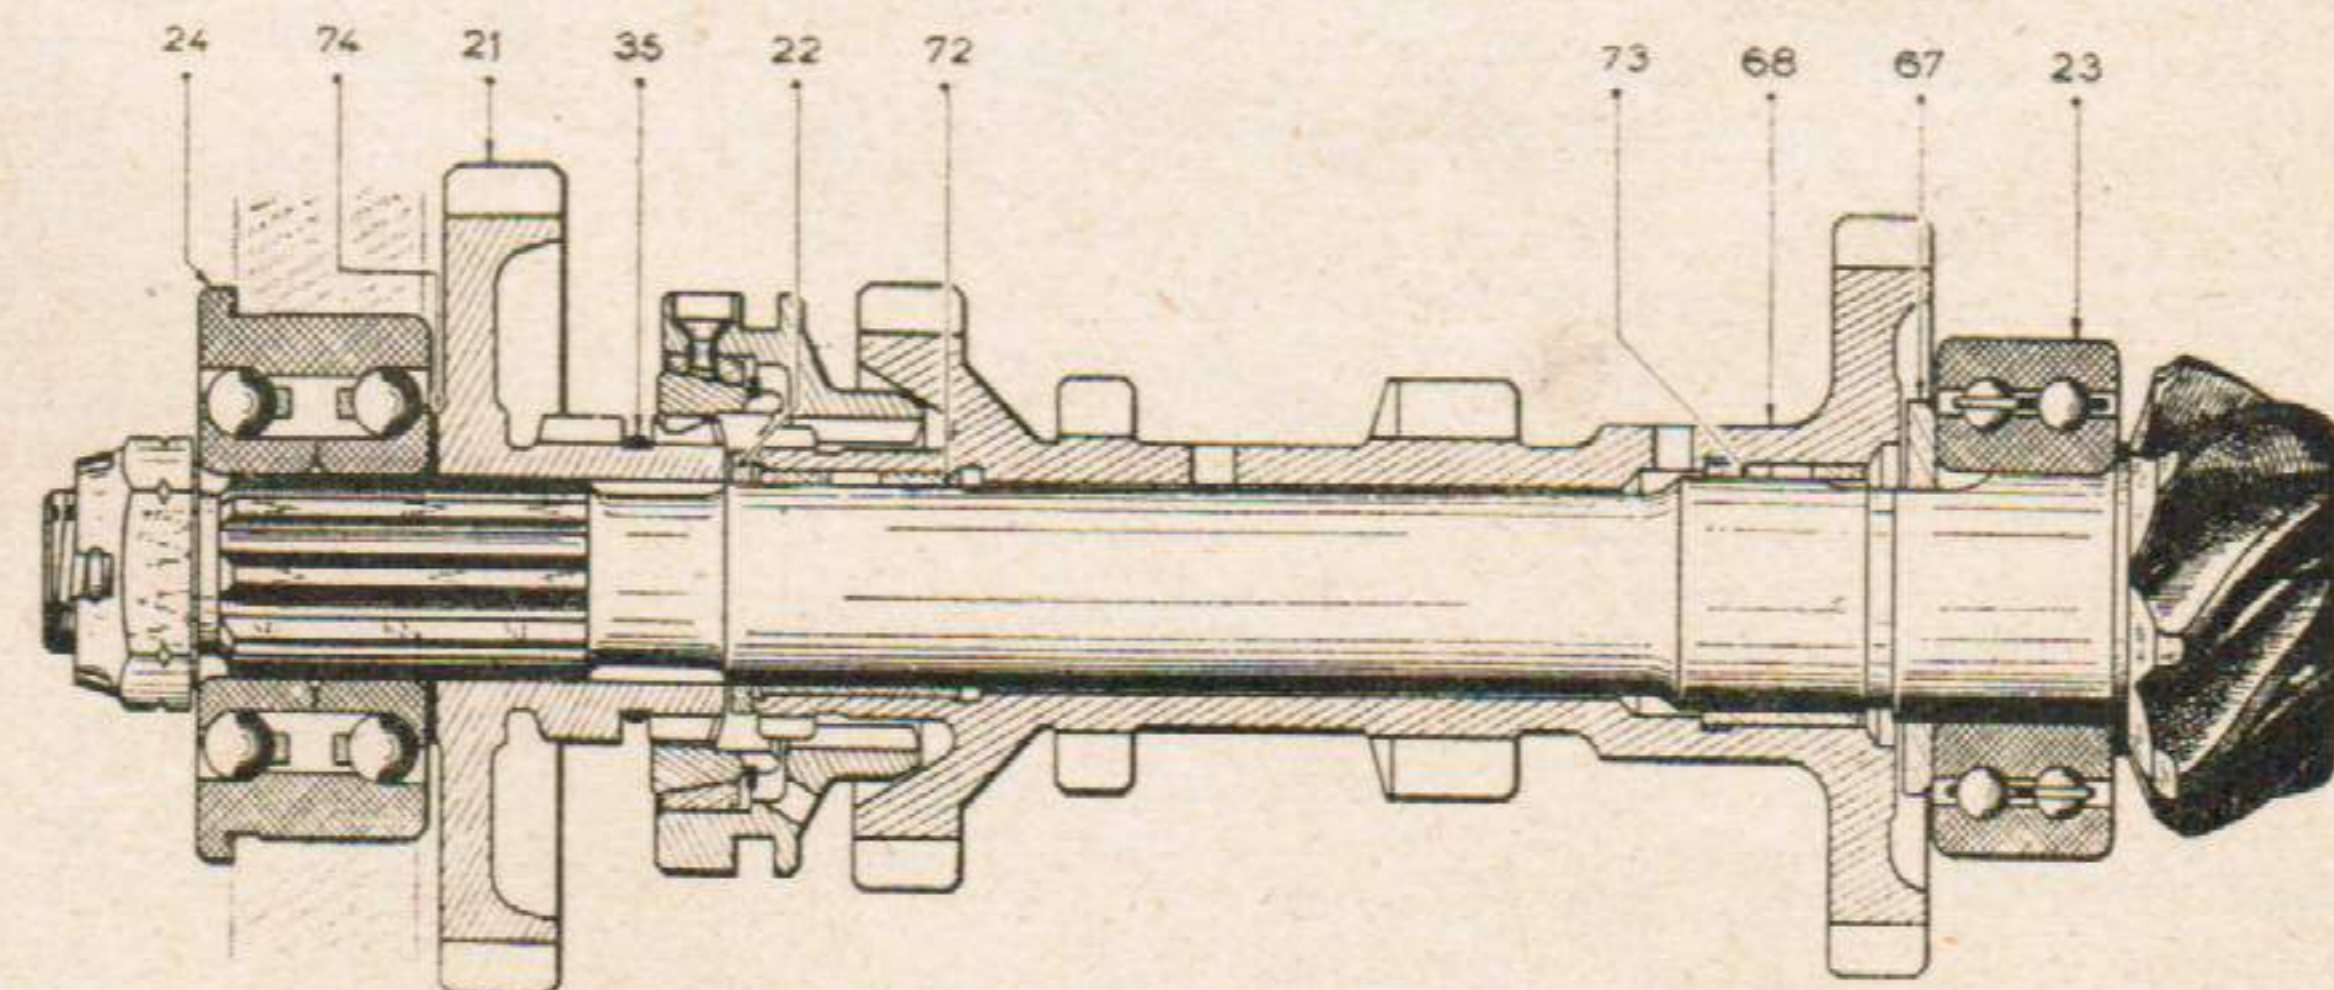
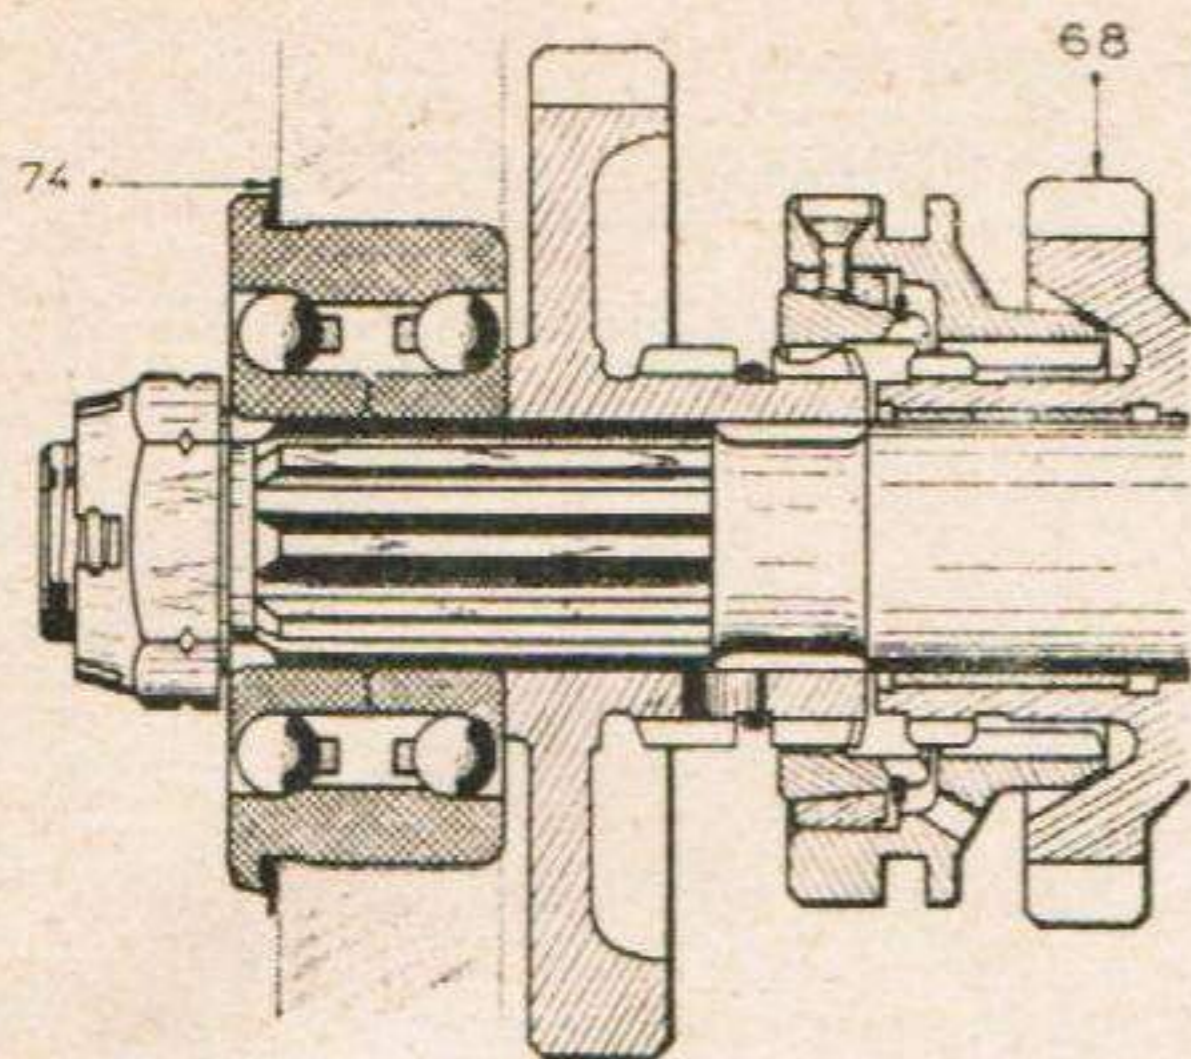

Fig. 20. — Pignon d'attaque avec roue de renvoi du réducteur du premier modèle.
Fig. 21. — Montage de la queue du pignon avec la roue de renvoi dernier modèle.
• Monter le segment de ralenti (35) (figure 20) sur la roue de renvoi de réducteur (21).
• Monter le roulement AV (23) sur l'arbre (à la presse, si nécessaire).
NOTA. — 1° Le Service des Pièces détachées CITROEN ne fournit plus la roue de renvoi de réducteur A 333-4 (épaisseur 29,25 mm), mais uniquement la roue A 333-4 a (épaisseur 31,25 mm). Avec cette nouvelle épaisseur, les cales (74) de réglage de la distance conique se montent entre la collerette d'appui du roulement (24) et le carter (fig. 21). Ces cales sont vendues sous les numéros A 344-93, a, b, c ou d, de 0,05, 0,1, 0,2, 0,5 et 1 mm d'épaisseur.
2° Les boîtes de vitesses du dernier modèle ne comportent plus de rondelle de butée (22), le train intermédiaire (68) ayant été modifié (figure 21). Le jeu latéral se règle uniquement par la rondelle (67) (figure 20).
• Placer des cales de réglage (74) (figure 20), choisies parmi celles disponibles en épaisseurs de 0,05, 0,10, 0,20, 0,50 et 1 mm. entre la roue de renvoi de réducteur (21) et le roulement (24) (si la roue de renvoi a une longueur de 29,25 mm) (ces cales circulaires portent la référence A 344-99) ou entre la collerette d'appui du roulement (24) et le carter (si la roue de renvoi de réducteur a une longueur de 31,25 mm) (ces cales carrées portent la référence A 344-93), pour que la cote « d » devienne égale à la distance conique gravée sur le pignon.